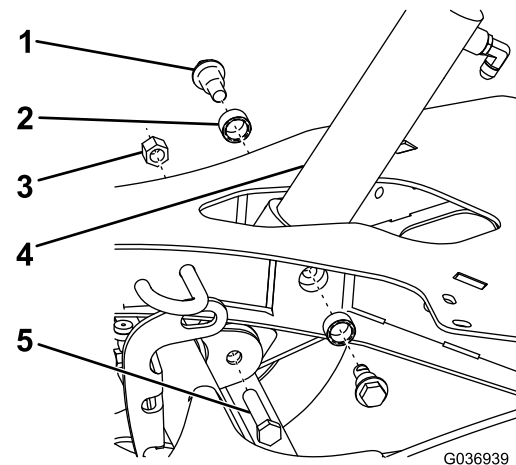

Bild 8
2. Befestigen Sie den Hydraulikzylinder mit einer Sechskantschraube (1/2") und einer Nylon-Sicherungsmutter (1/2") am Maschinenrahmen, wie in Bild 8 dargestellt.
1. Befestigen Sie den Hydraulikzylinder mit zwei Ansatzschrauben (1/2") und Büchsen am Trapezrahmen (Bild 8) und ziehen Sie die Schrauben auf ein Drehmoment von 77 N·m fest.